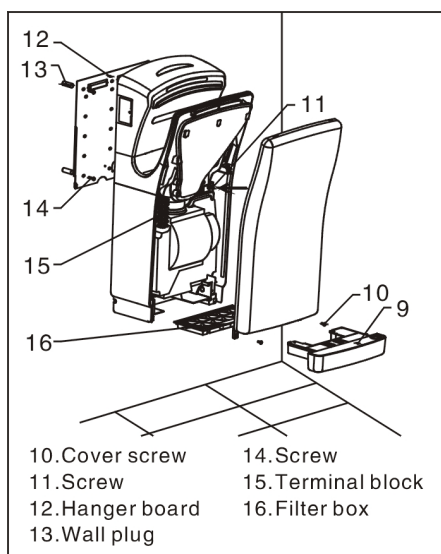

Fig.2
3. Rimuovere e conservare il vassoio, le 2 viti del coperchio e il coperchio (vedere fig.2).